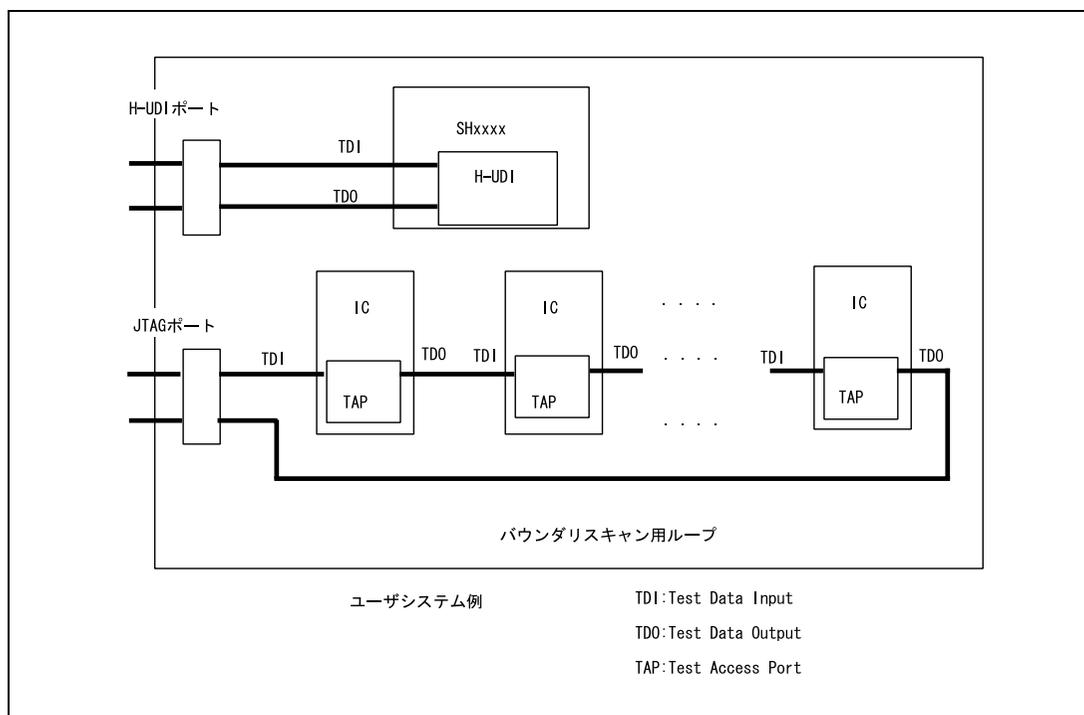

図 2.16 ユーザシステム設計時の注意
4. ユーザシステムを設計する際、バウンダリスキャン用ループにデバイスの TDI 信号、TDO 信号を接続しないでください。または、スイッチ等でデバイスを切り離すようにしてください。(図 2.16 参照)